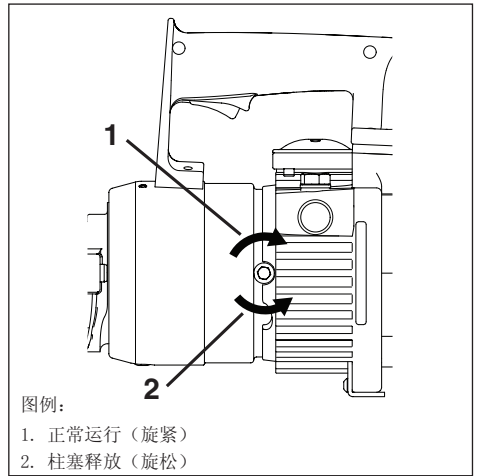

图 4, 柱塞释放螺栓
使用切断机之前, 应检查柱塞释放螺栓是否已经顺时针完全旋紧。应使用 8mm 六角扳手。参见图 4。
3. 确保柱塞释放螺栓已经顺时针完全拧紧。参见图 4。